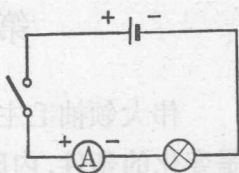

图 1-2-3 直流电流表的接法
要注意电流表的量程（即电流表可测电流的最大值），如电流强度超过电流表的量程，轻则打坏指针，重则使电流表内线圈烧坏。(2) 必须断开电路，然后将电流表接入。对直流电流表还必须注意正负接线柱，要使电流从电表的正接线柱流入，负接线柱流出（见图 1-2-3）。(3) 电流表指针所指的刻度就是电路中的电流强度。读数时，眼睛要正视指针所指的刻度，否则会有误差。